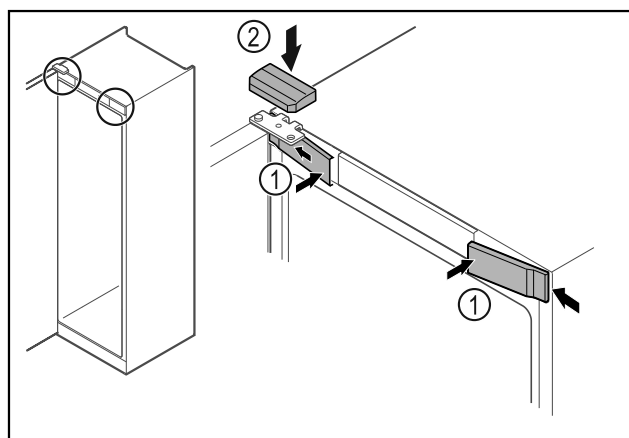

Fig. 49 *
- ▶ Vordere Abdeckungen Fig. 49 (1) seitlich einhaken und aufrasten.*
- ▶ Obere Abdeckung Fig. 49 (2) von oben aufrasten.*